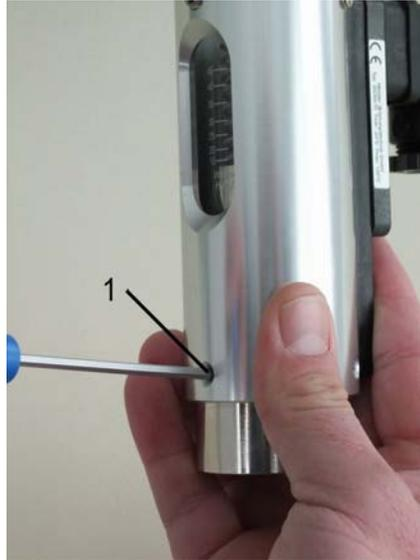

Abb. 45: Verschraubung (Eingang) befestigen
9. ➔ Verschraubung (Eingang) mit 3 Gewindestifte mit Innensechskant (Abb. 45/1) an der Geräte­hülse befestigen, dabei Schrauben-Anziehdrehmoment beachten (↪ Kapitel 11.1 „Schrauben-Anziehdrehmo­mente“ auf Seite 77